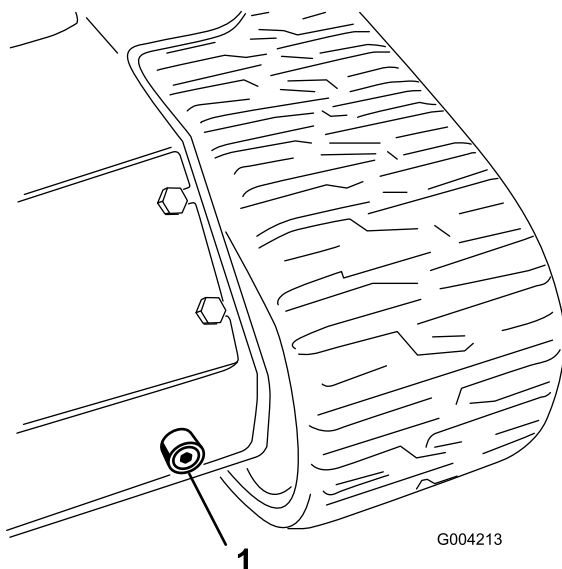

Figura 56
6. Collocare una bacinella di spurgo grande (capacità 56,8 litri) sotto il tappo di spurgo, nella parte anteriore del trattore (Figura 56).
7. Togliere il tappo di spurgo e lasciare defluire l'olio nella bacinella (Figura 56).